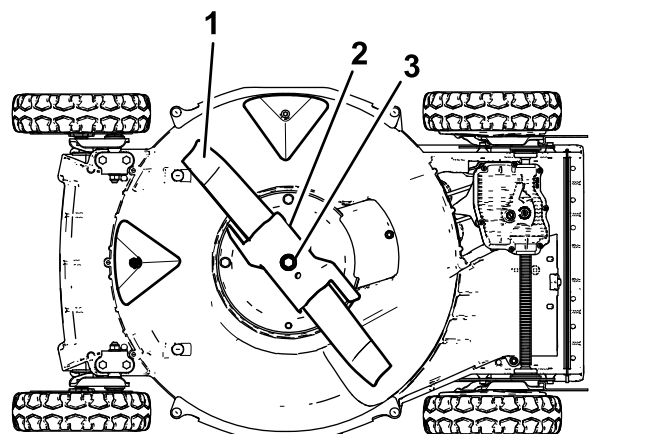

Figura 24
4. Vuelque la máquina hacia su lado **derecho** (limpiador de aire hacia arriba), según se muestra en Figura 24.